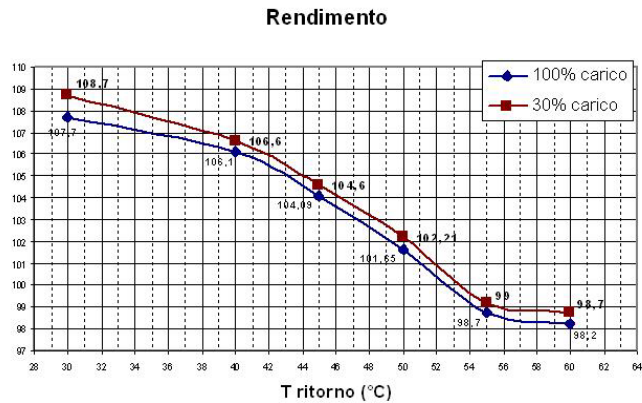

Figura 2:
Il gruppo termico rappresenta un punto d'arrivo per ciò che concerne economia di gestione, (rendimenti fino al 108.7% su Hi, vedi **Figura 2**) affidabilità e flessibilità. Grazie allo speciale scambiatore di calore a potenza maggiorata, infatti, alla nuova gestione elettronica, la modularità e versatilità, è possibile effettuare un rapido
- Scambiatore a condensazione in acciaio inox lato fumi e lega di rame lato acqua, con rendimento fino al 108.7% (vedi **Figura 2**);